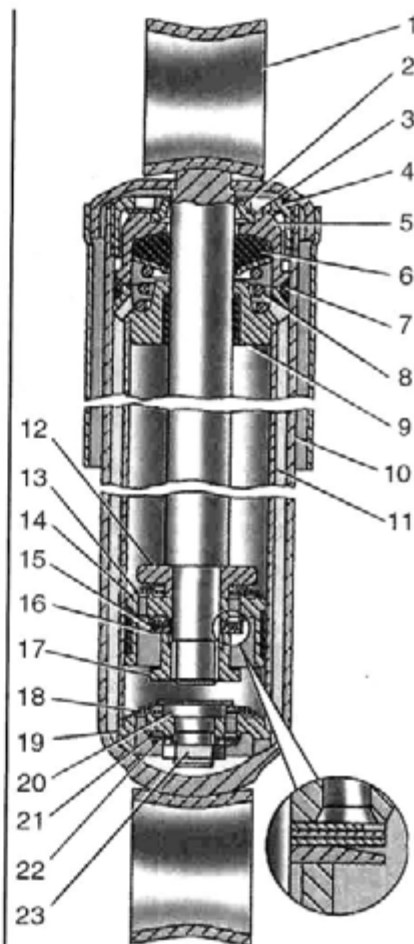

Рис. 6.12. Амортизатор выпуска с 1997 г.:
С 1997 года устанавливаются амортизаторы (рис. 6.12), в конструкции которых использованы детали амортизаторов легкового автомобиля ГАЗ-31029 «Волга».
- зажать в тисках нижнюю проушину, выдвинуть шток 1 (см. рис. 6.12) за верхнюю проушину вверх до отказа и отвернуть гайку 4 резервуара;
- уплотнительное кольцо 7 (см. рис. 6.12) резервуара заменяется, если оно повреждено при разборке, сильно деформировано или дало усадку;